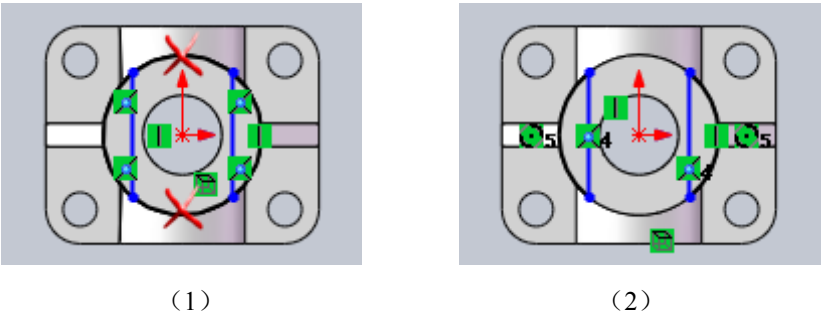

图 1-48 裁剪草图
单击“裁剪实体”命令图标，按住鼠标左键不放，光标划过需要删除的图元，如图 1-48(1) 所示，裁剪圆被两条竖直线段分割的上下两段圆弧。裁剪完成后，按一下键盘“Esc”键，退出裁剪实体状态。裁剪完成后，图元组成两个封闭的截面，结果如图 1-48 (2) 所示。